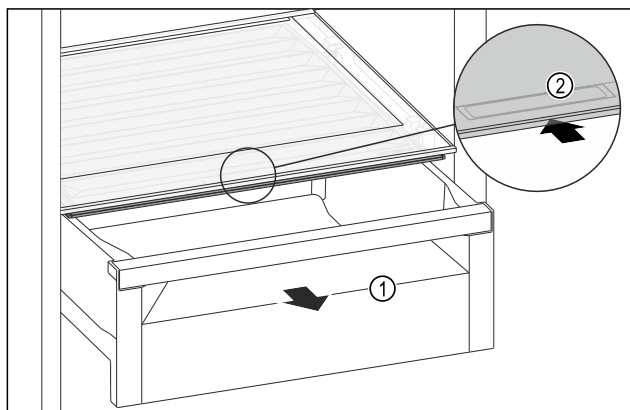

Fig. 109
- Izvucite ladicu Fig. 109 (1).
- Primite ručku Fig. 109 (2) na poklopcu pretinca i istodobno povucite poklopac pretinca prema natrag.